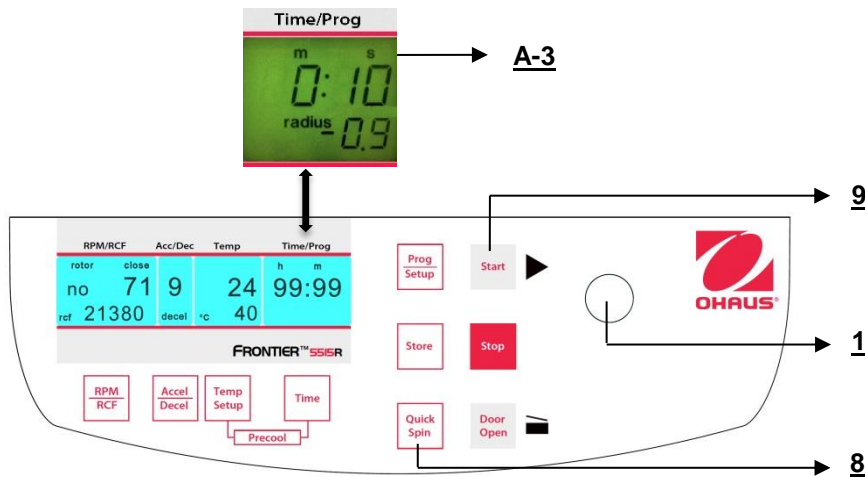

Figura 26
E' possibile avviare la centrifuga con il tasto **"Start"** (9) (rif. figura 26) oppure con il tasto **"Quick Spin"** (8). **Con il tasto "Start"** (9), si possono avviare cicli salvati oppure cicli con i parametri preselezionati manualmente. Quando è finito il rispettivo tempo ciclo preselezionato, la centrifuga si arresterà automaticamente. Con il tasto **"Quick Spin"** (8), si possono avviare cicli, che dureranno appena qualche secondo. Premendo il tasto **"Quick Spin"** (8), la centrifuga accelera fino alla rotazione selezionata. Sul display **"Time/Prog"** (A-3), il tempo ciclo trascorso è indicato da quando si è premuto il tasto **"Quick Spin"** (8). Rilasciando il tasto **"Quick Spin"** (8), la centrifuga si arresta e il tempo ciclo è indicato fino all'apertura del coperchio.